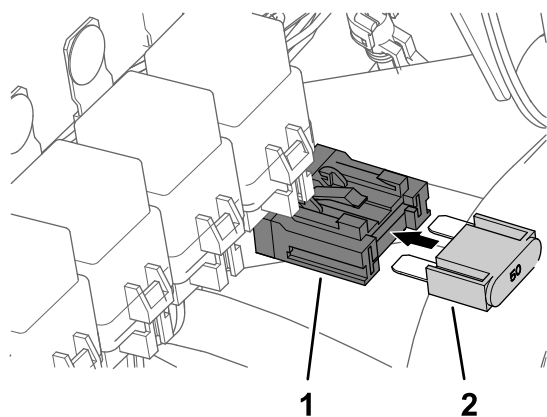

Рисунок 232
- Вставьте предохранитель (50 A) во встроенный блок предохранителей жгута проводов опрыскивателя из комплекта до полной посадки предохранителя (Рисунок 232).